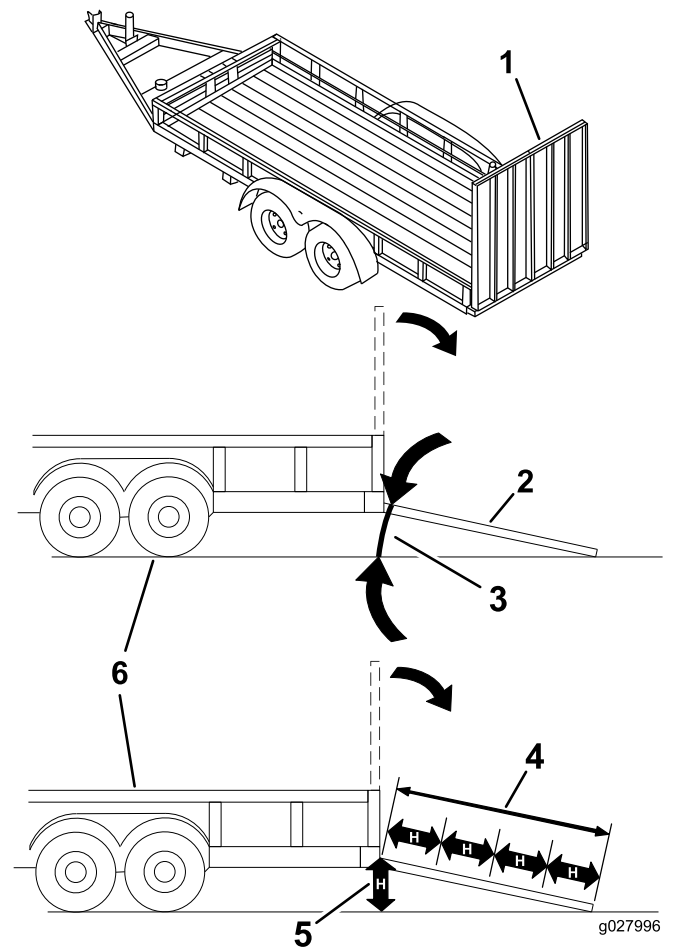

Bild 32
Beim Verladen einer Maschine auf einen Anhänger oder Pritschenwagen erhöht sich die Gefahr, dass die Maschine umkippt und schwere oder tödliche Verletzungen verursacht (**Bild 32**).
3. Senken Sie die Rampe ab und stellen Sie sicher, dass der Winkel zwischen der Rampe und dem Boden höchstens 15 Grad beträgt (Bild 32).
1. Senken Sie die Rampe ab und stellen Sie sicher, dass der Winkel zwischen der Rampe und dem Boden höchstens 15 Grad beträgt (Bild 32).